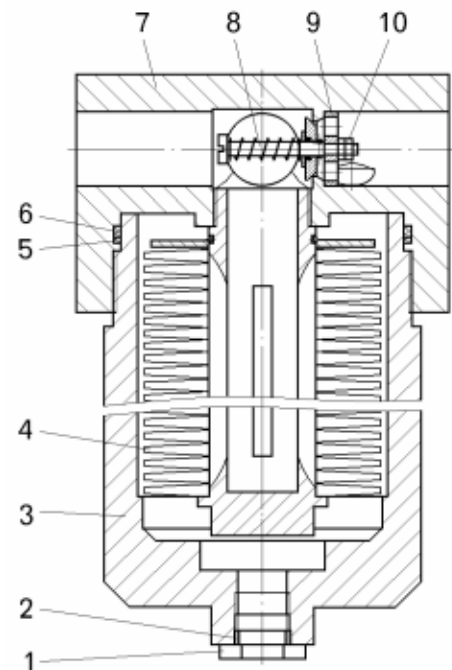

Рисунок 6.24 – Фильтр гидросистемы с многодисковыми маслоохлаждаемыми тормозами:
- отвернуть пробку 1 (рисунок 6.24) и слить масло из фильтра;